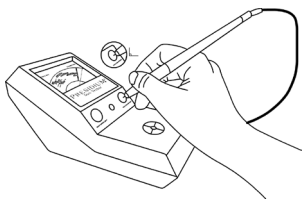

Fig. 1.5
- Appuyez l'embout de la sonde sur le disque test de diamant se trouvant à droite du voyant (**Fig. 1.5**). Appuyez suffisamment pour que l'embout rentre complètement dans la sonde. Cela fait, l'aiguille devrait bouger et atteindre son plus haut point en deux ou trois secondes, clairement dans la zone verte sur le cadran affiché.